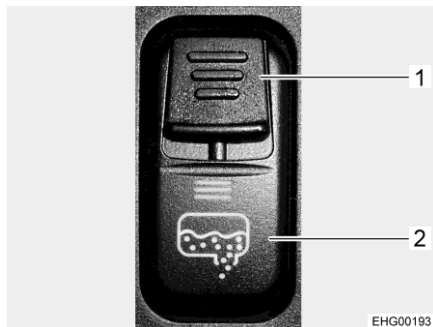

Bild 133 Vippkontakt (tömning av avloppsvatten)
- Säkerhetsspärr (Bild 133,1) på vippkontakten nedåt och tryck samtidigt nedtill på vippkontakten (Bild 133,2). Avloppsventilen öppnas då och avloppstanken töms. Lysdioden lyser så länge som avloppsventilen är öppen.